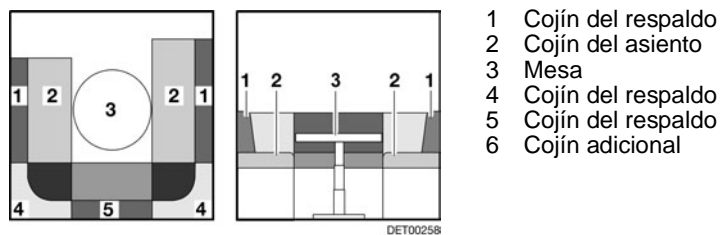

Fig. 81 Antes de la transformación
- Transformar la mesa (Fig. 81,3) en base de cama (véase apartado 7.7).